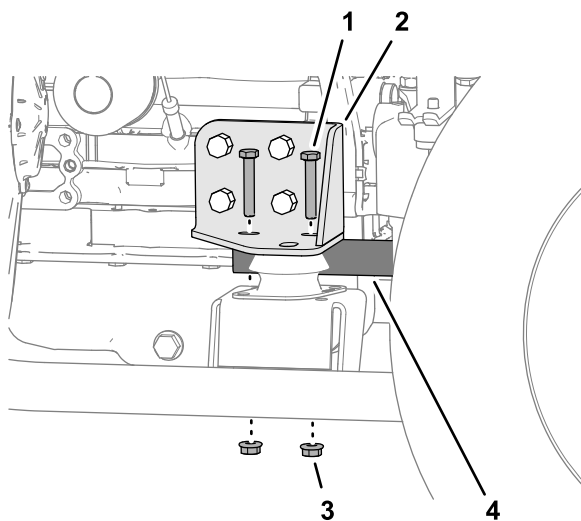

Figure 91
6. Enlevez les 2 boulons et les 2 écrous qui fixent le tube anti-rotation au support moteur droit (Figure 91).